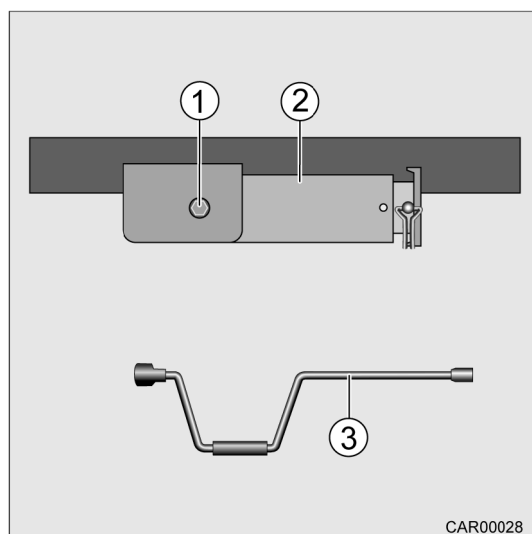

Fig. 59 Béquille arrière à manivelle e-line
1. Enficher la manivelle (Fig. 59/3) sur l'écrou hexagonal (Fig. 59/1) et la tourner jusqu'à ce que la béquille arrière à manivelle (Fig. 59/2) pivote vers le bas.
2. Continuer à tourner la manivelle (Fig. 59/3) jusqu'à ce que la béquille arrière à manivelle (Fig. 59/2) soit à la verticale.
7. Tourner la manivelle (Fig. 59/3) jusqu'à ce que la béquille arrière à manivelle (Fig. 59/2) soit complètement en contact avec le sol.
1. Enficher la manivelle (Fig. 59/3) sur l'écrou hexagonal (Fig. 59/1) et la tourner jusqu'à ce que la béquille arrière à manivelle (Fig. 59/2) ne touche plus le sol.
6. Tourner la manivelle (Fig. 59/3) jusqu'à ce que la béquille arrière à manivelle (Fig. 59/2) soit complètement rentrée.